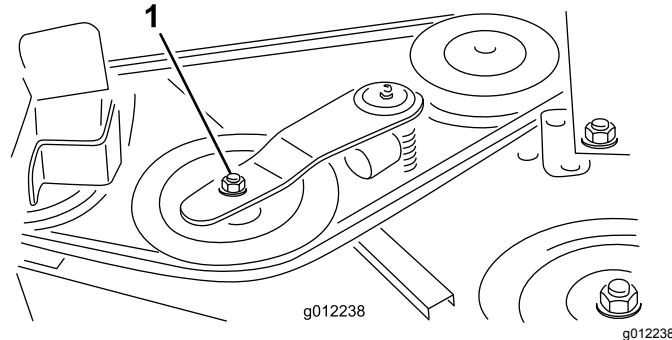

Figura 34
2. Utilizando uma chave de aperto ou ferramenta semelhante, afaste a polia intermédia (Figura 34) da correia da transmissão para libertar a tensão da correia e permitir que esta saia das polias da caixa de engrenagens (Figura 35).